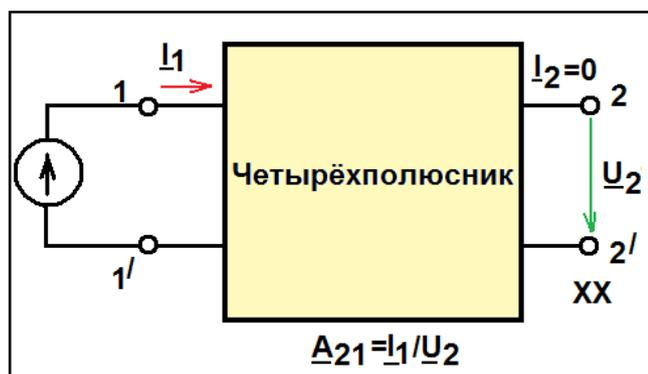

Рисунок. 7
– величина, обратная передаточному сопротивлению при разомкнутых выходных зажимах (рис.7).